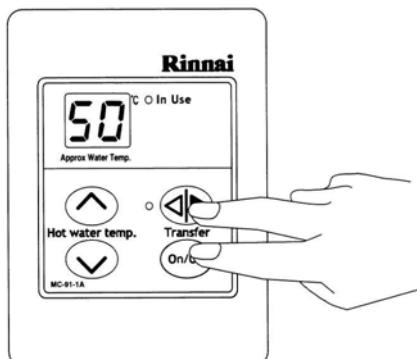

Fig. 1
STEP 1: sul comando remoto Master solamente, premere e mantenere premuto simultaneamente i tasti Transfer e ON/OFF (Fig.1) fino a quando il comando emette un "beep".
STEP 1: Sul comando remoto principale (Master) premere e mantenere premuti simultaneamente i tasti Transfer e ON/OFF (Fig.1) fino a quando il comando emette un "beep".